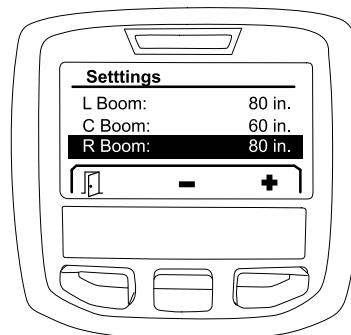

Figura 16
2. Utilizați butonul de selectare centru sau butonul de selectare dreapta pentru a mări sau a reduce lăimea seciunii de pulverizare selectată (Figura 16).